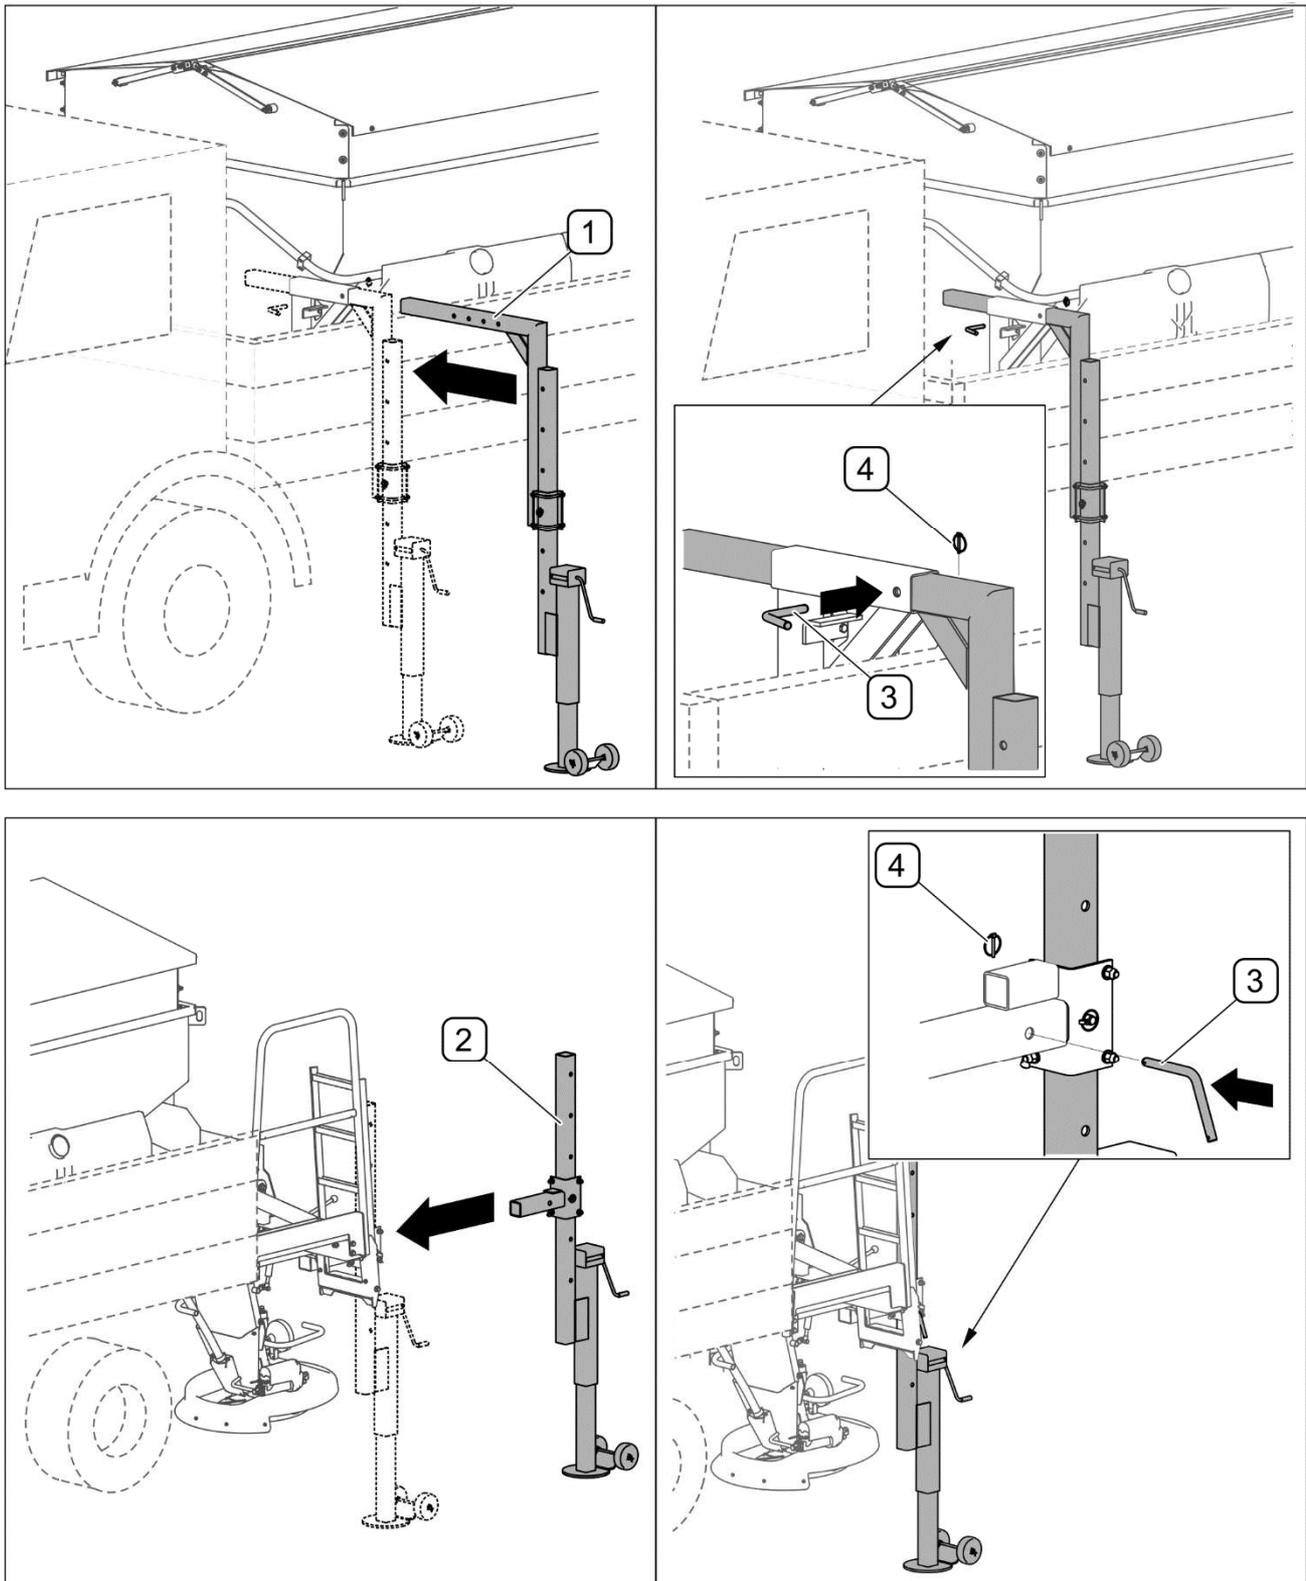

ABBILDUNG 4.34 Montage der Standfüße
- Die vorderen (1) und hinteren (2) Stützfüße montieren (ABBILDUNG 4.34) und mit den Stiften (3) und Splinten (4) blockieren.